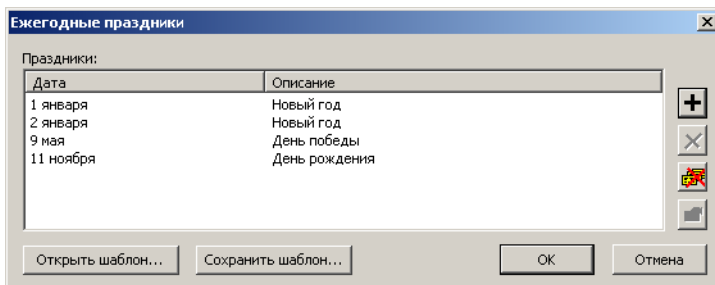

Рис. 2.19 Диалоговое окно «Ежегодные праздники».
2. В открывшемся диалоговом окне «Ежегодные праздники» (Рис. 2.19) нажмите кнопку «Добавить» .
Кроме того, существует возможность сохранения списка ежегодных праздников в виде шаблона. Для работы с данными шаблонами предназначены кнопки «Сохранить шаблон...»/«Открыть шаблон...» окна **«Ежегодные праздники»** (Рис. 2.19). Принцип использования шаблона ежегодных праздников такой же, как и для календаря проекта.